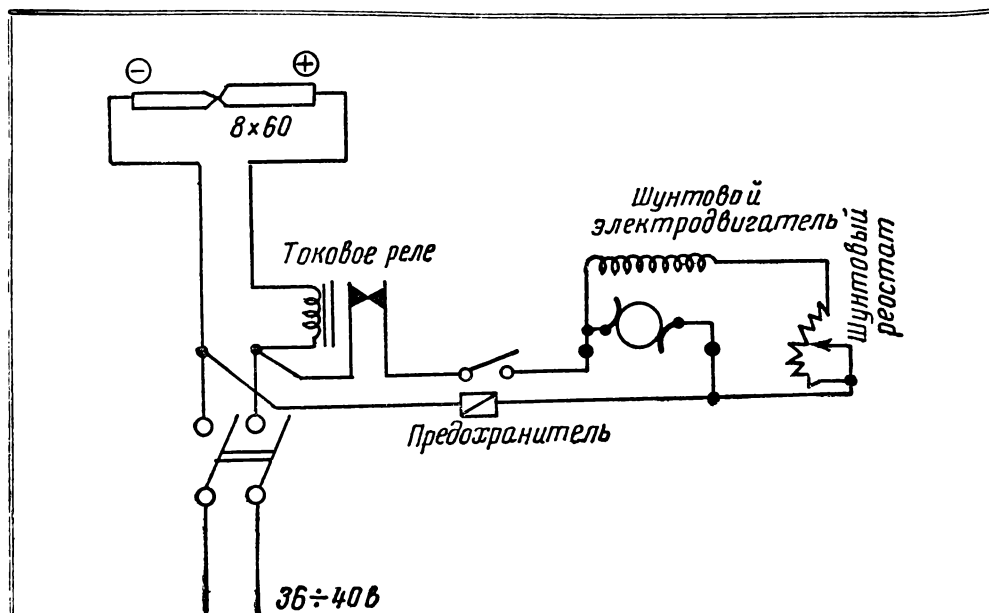

Рис. 1. Схема включения шунтового электродвигателя в цепь дуговой лампы проектора КПТ-1
**Ш**унтовой электродвигатель редуктора дуговой лампы проектора КПТ-1, включенный параллельно дуге (рис. 1), является приводом механизма автоматической подачи киноуглей. При незажженной дуге автоматическое сближение киноуглей не должно происходить, следовательно, шунтовой электродвигатель должен быть выключен.